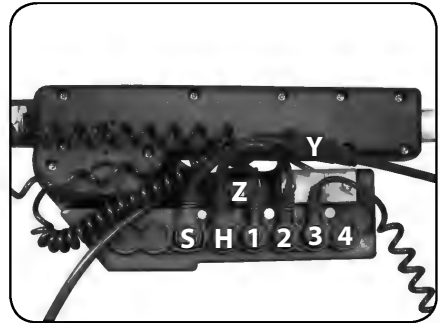

Abb. 6.2.05 - Steuerung
- Schließen Sie die Steckverbindungen für die Antriebe nach Abbildung 6.2.05 an.